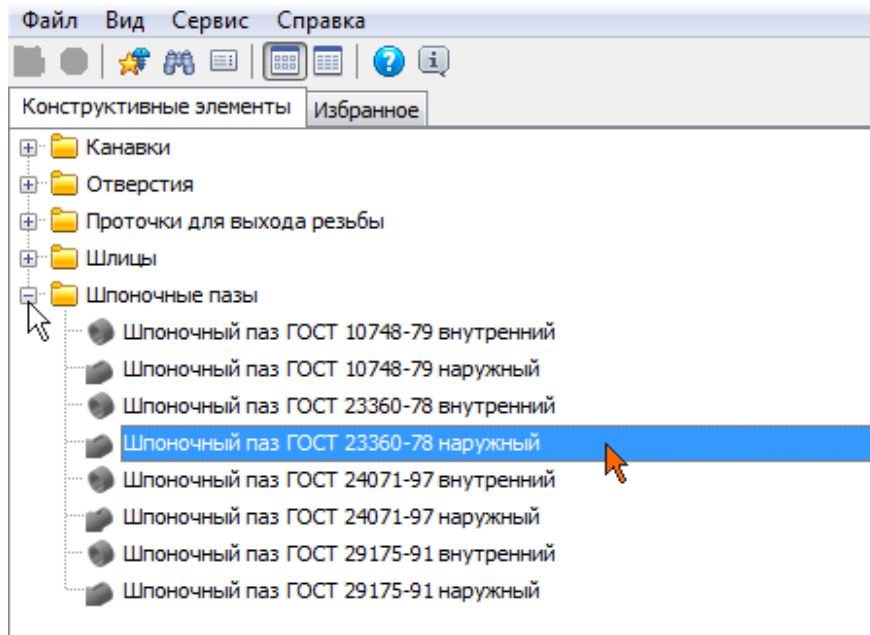

Рисунок 22
- Выполните двойной щелчок мыши на элементе Шпоночный паз ГОСТ 23360-78 наружный (рис. 22).